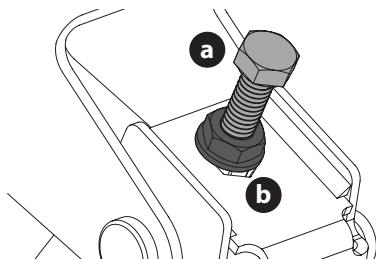

Figura 35
3. Ubique los pernos de ajuste (a) del lado izquierdo y derecho de la plataforma (Figura 35).
4. Afloje pero no extraiga las contratuercas (b) en el perno de ajuste. Ajuste el perno de ajuste derecho o izquierdo arriba o abajo según sea necesario hasta que la altura de un lado a otro sea equivalente (Figura 35).
5. Cuando se logre el ajuste correcto, vuelva a apretar las contratuercas (b). Ajuste hasta 200 pulgadas-libras (23 N·m) (Figura 35).